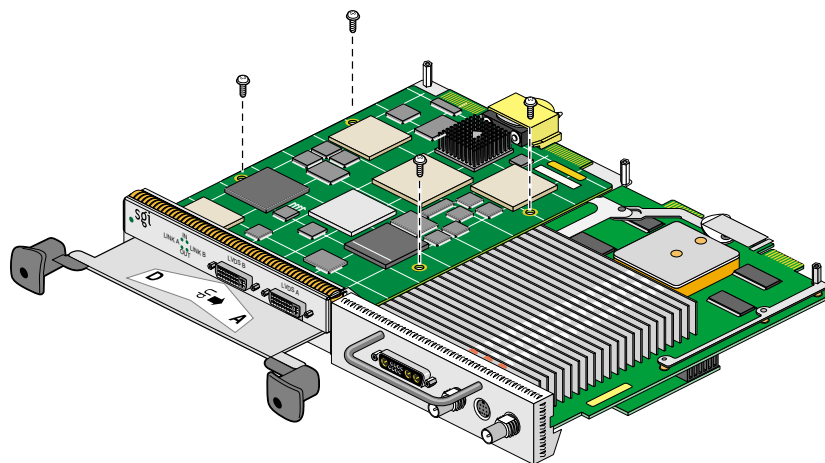

図2-14 ネジの取り付け
4. 図2-14 に示すように、ネジを締め付けて、ボードをスタンドオフに固定します。